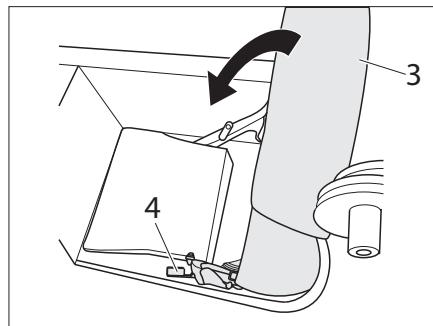

Fig. 225 Posizionare lo schienale nel vano di stivaggio
- Azionare la leva 2 (Fig. 225,4) e spostare lo schienale (Fig. 225,3) nel vano di stivaggio.